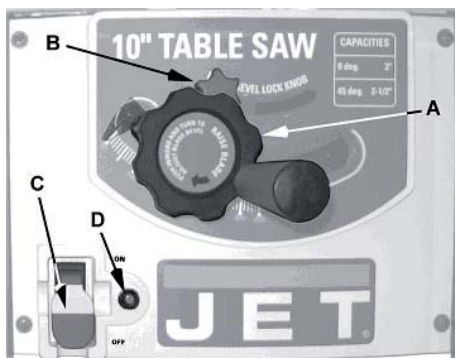

Рис. 24
- Расположен на передней панели основной конструкции станка (С, Рис. 24).
Защита от перегрузок (рис. 24)